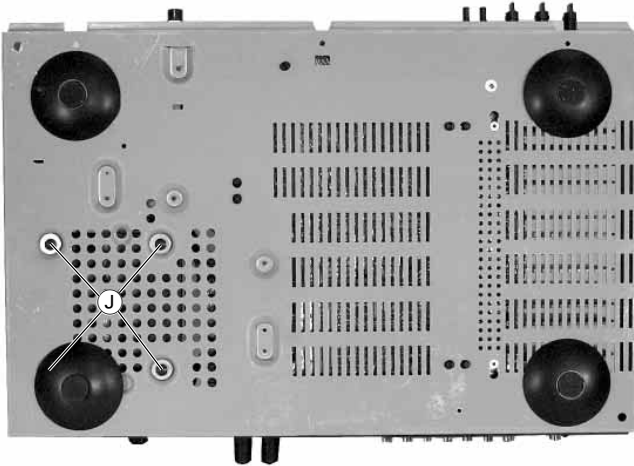

Fig. 4
- 4 Schrauben (J) herauserschrauben (Fig. 4).
- Undo 4 screws (J) (Fig. 4).